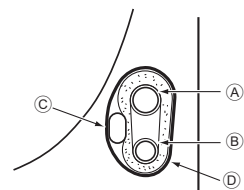

Рис. 4-4
4.4.1. Укладка в место для трубок блока (Рис. 4-4)
- Д Изолянта ③